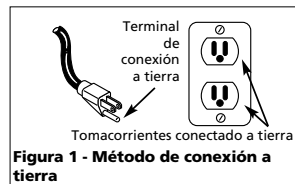

Figura 1 - Método de conexión a tierra
- Este producto está diseñado para circuitos nominales de 120 voltios y tiene un enchufe para conexión a tierra similar al de la Figura 1. Cerciórese de conectarlo a un tomacorrientes cuya configuración sea similar a la del enchufe. Este producto se debe conectar a tierra. En caso de que ocurra un cortocircuito, esto evitaría el riesgo de choque eléctrico al ofrecerle un cable de desvío a la corriente eléctrica. Este